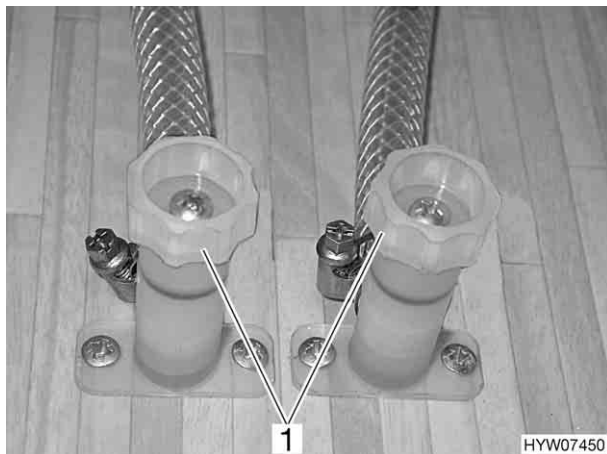

Fig. 90 Rubinetti di scarico scaldacqua
- Chiudere i rubinetti di scarico per i cappellotti delle valvole (Fig. 90,1) girandoli in senso orario. Ubicazione vedi capitolo 10, "Posizione dei rubinetti di scarico".